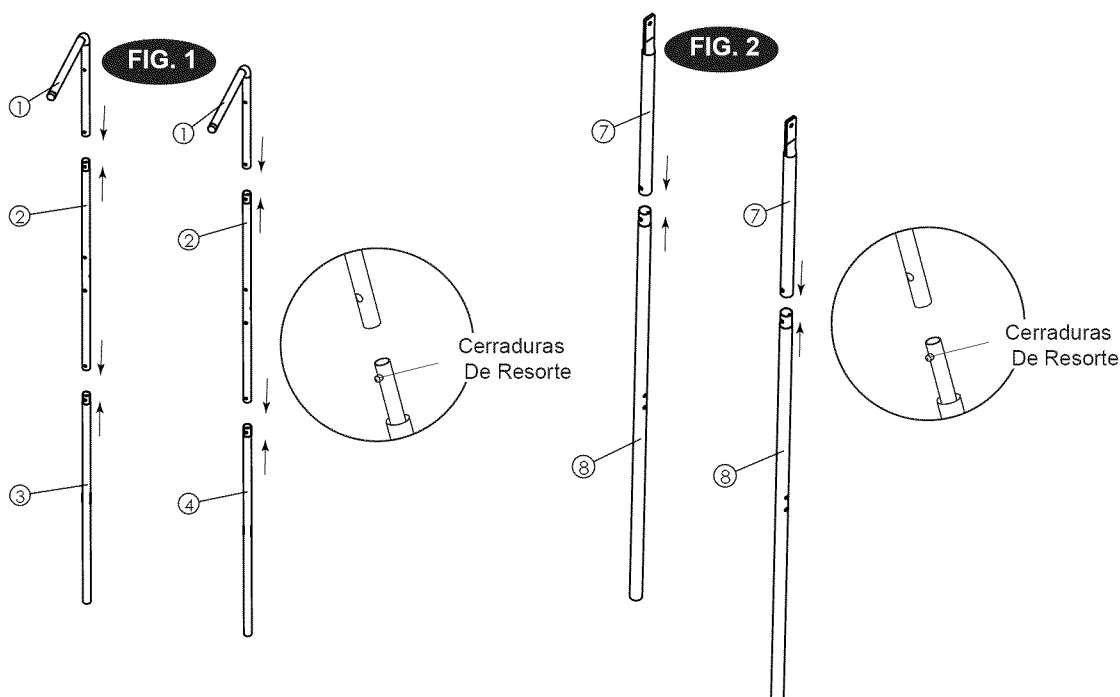

FIG. 3
5. Fije las Abrazaderas de los Marcos Horizontales Izquierda y Derecha (#5 y #6) junto usando cerraduras de resorte como indicado en FIG.3.